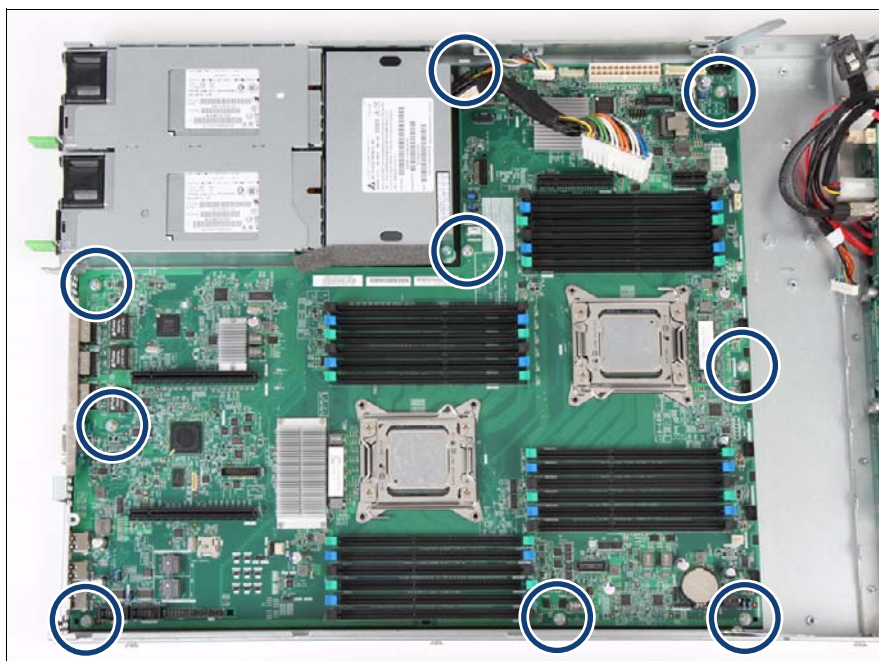

図 240: ネジの位置
- ▶ システムボードを 9 本のネジで固定します（314 ページ の図 240 を参照）。